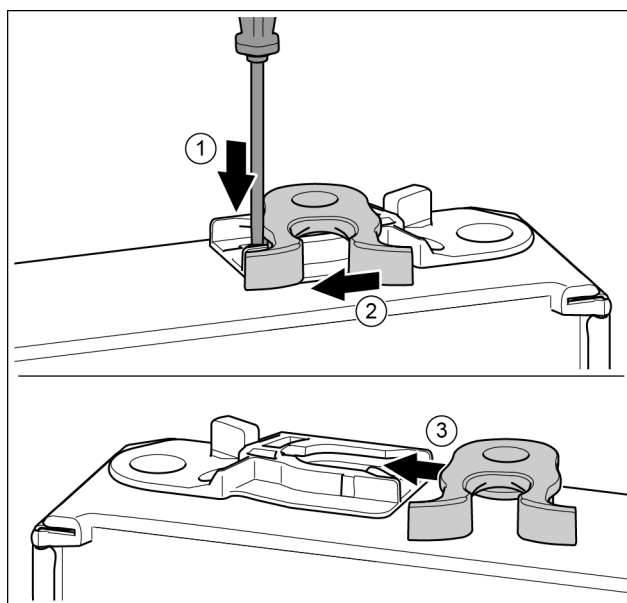

Fig. 18
- ▶ Onderkant van de deur wijst naar boven: Deur draaien. *Fig. 18 (1)*
- ▶ Lip met sleufschroevendraaier naar onder drukken. *Fig. 18 (1)*
- ▶ Sluithaak uit de geleiding trekken. *Fig. 18 (2)*
- ▶ Sluithaak aan de andere kant van de geleiding schuiven. *Fig. 18 (3)*